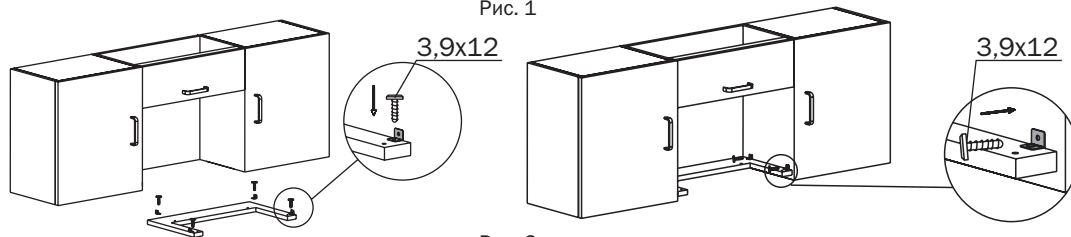

Рис. 2
2. Закрепите на деревянной панели металлические мебельные уголки (в комплект поставки не входят) и прикрутите панель к навесному шкафчику с помощью саморезов 3,9x12 с монтажного комплекта (Рис. 2).